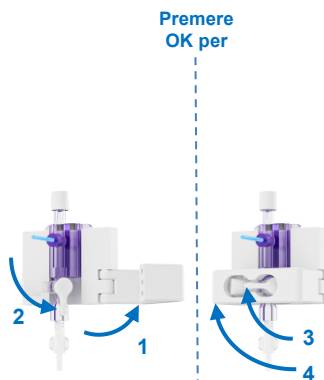

Figura 24 Azzeramento del sensore di pressione
- Aprire la staffa del supporto del sensore di pressione per accedere alla valvola del sensore di pressione (Figura 24; passaggio 1). Come indicato sul display, girare la valvola del sensore di pressione verso il basso per aprire il sensore e misurare la pressione atmosferica (passaggio 2).
- Riportare la valvola del sensore di pressione in posizione orizzontale (vedere la Figura 24; passaggio 3) e chiudere la staffa del supporto del sensore di pressione per proteggere la valvola dall'apertura involontaria (passaggio 4). Premere OK sull'unità pompa per continuare.
- Se il Kidney Assist non è in grado di determinare se il sensore di pressione è collegato correttamente al circuito di perfusione, controllare se la valvola del sensore di pressione è in posizione orizzontale (vedere la Figura 24, passaggio 3). Se la valvola del sensore di pressione è in posizione orizzontale, premere OK.